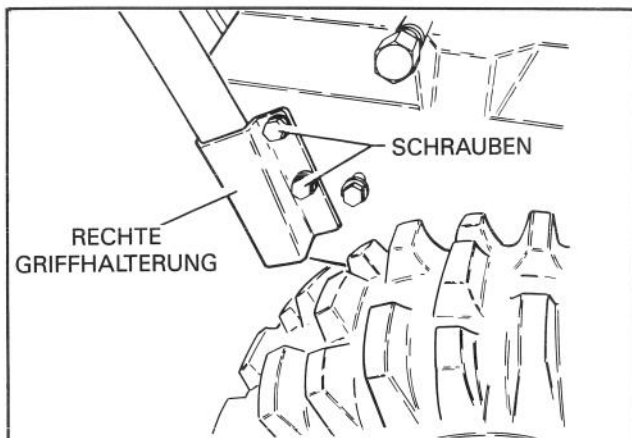

Abbildung 4
5. Die zwei M8-Bundschrauben, mit denen die Vorderseite der rechten Griffhalterung an den Motorrahmen angebracht ist, abnehmen und wegwerfen (Abb. 4).